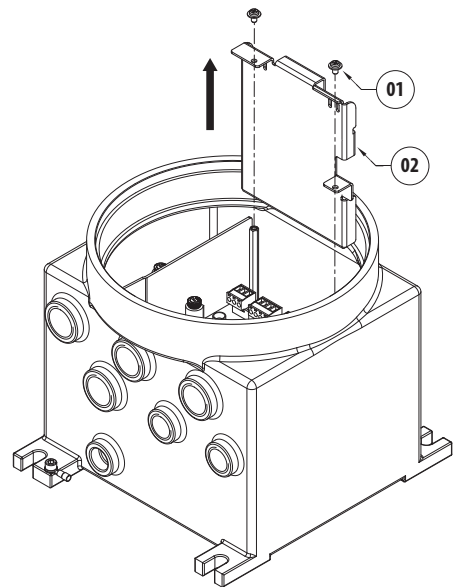

Fig. 7
Enlever les vis (01) et extraire le plateau d'épissures (02) (Fig. 7, page 14).